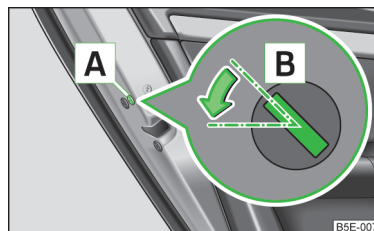

Fig. 202 Portiera spate: Încuierea de urgență
- > Demontați masca [A] » fig. 202.